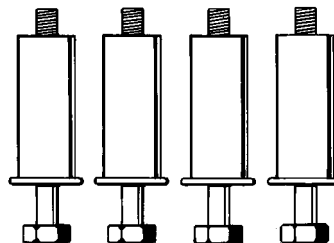

Bild 1
**Vor Inbetriebnahme des Gerätes muß die Transportsicherung unbedingt entfernt werden (Bild 1).**